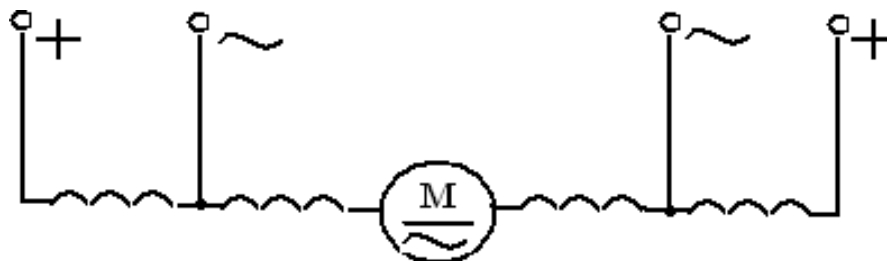

Рис. 1. Схема обмотки збудження універсального колекторного двигуна.
2) Чому вмикання універсального двигуна в мережу змінного струму обмежується двома котушками, а для постійного струму використовуються 4 котушки, як показано на схемі (рис. 1).